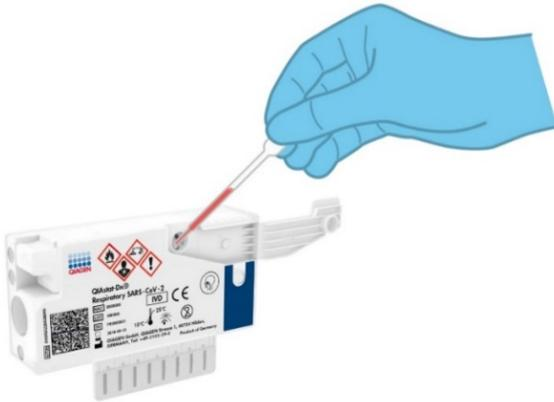

Figure 41. Transfert de l'échantillon vers le port principal de la QIAstat-Dx Respiratory SARS-CoV-2 Panel Cartridge.
- Transférez soigneusement 300 μ l du volume de l'échantillon dans le port principal de la QIAstat-Dx Respiratory SARS-CoV-2 Panel Cartridge à l'aide de la pipette de transfert à usage unique fournie (figure 41).